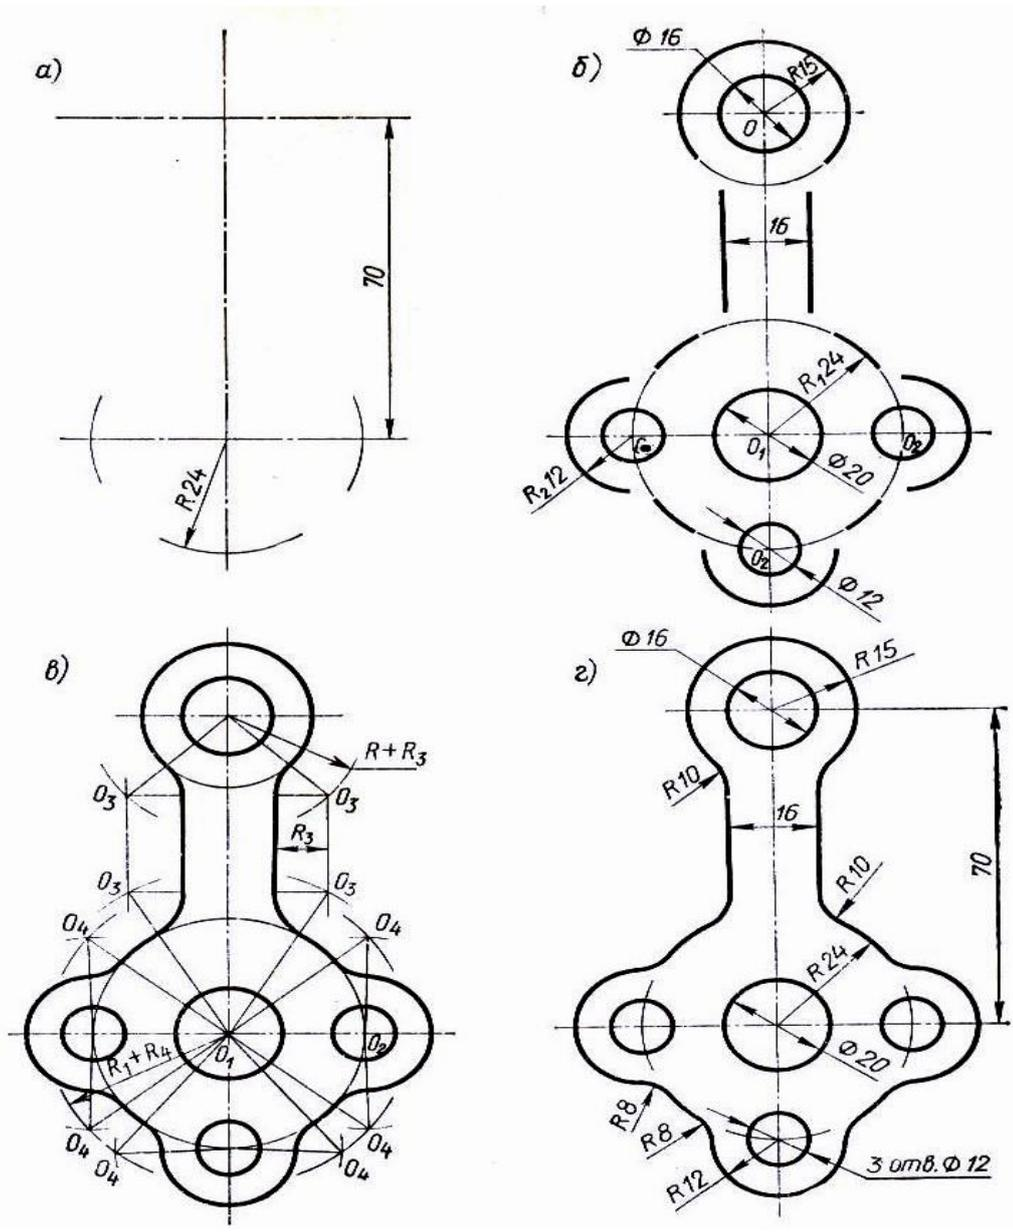

Рисунок 30 – Алгоритм вычерчивания контура технической детали симметричной формы
- 1) Вычерчивание детали начинается с осей симметрии (рисунок 30, а);
- 2) Определяются положения всех центров дуг, которые даны на чертеже по заданию (рисунок 30, б);
- 3) Определяются центры дуг сопряжений, которые находят построением (рисунок 30, в);
- 5) Наносят выносные и размерные линии и проставляют размеры, руководствуясь требованиями ГОСТ 2.307-68\*. ЕСКД (рисунок 30, г).